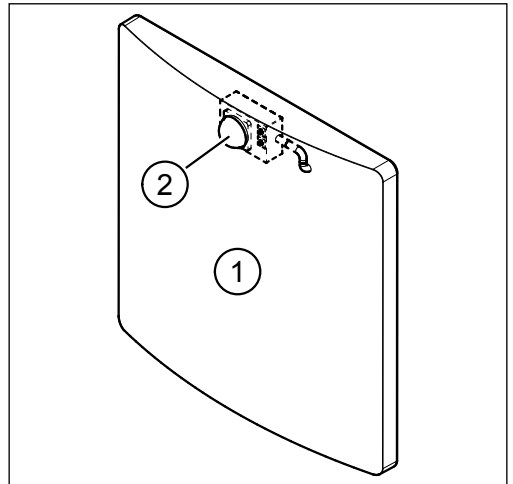

Abb. 28: Ansaugdeckel entfernen
- ▶ Nehmen Sie den Ansaugdeckel (Pos. 1 in Abb. 28) ab. Die Potentiometer zur Einstellung der Lüfterfunktion befinden sich am Bewegungsmelder (Pos. 2 in Abb. 28).
Das Potentiometer befindet sich am Bewegungsmelder (siehe Pos. 2 in Abb. 28 auf Seite 39).
Die Potentiometer befinden sich am Bewegungsmelder (siehe Pos. 2 in Abb. 28 auf Seite 39). Die Intervallzeit ist am Potentiometer P1 im Bereich von 1 h bis 12 h stufenlos einstellbar. Die Nachlaufzeit ist am Potentiometer P2 im Bereich von 3 min bis 20 min stufenlos einstellbar.